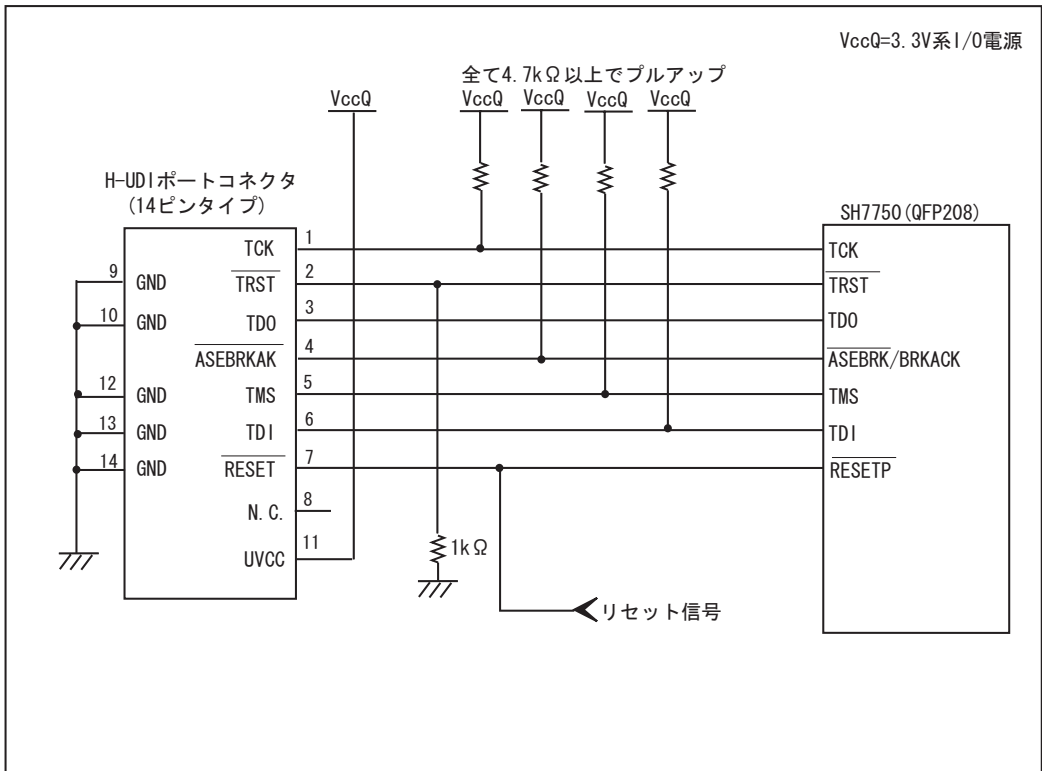
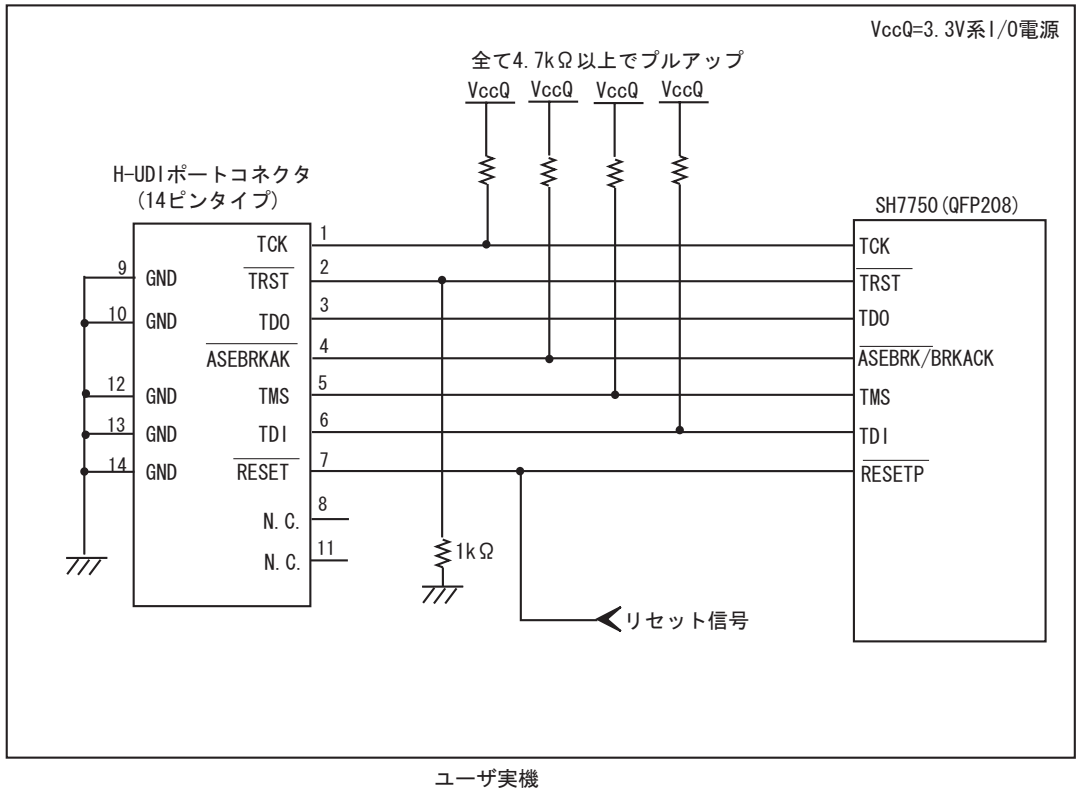

図 1.2 E10A-USB 使用時の H-UDI ポートコネクタ - チップ間の推奨接続例
図 1.3 E10A-USB 使用時の H-UDI ポートコネクタ - チップ間の接続例
E10A-USB エミュレータ使用時の H-UDI ポートコネクタとチップ間の推奨接続例を図 1.2、UVCC 未接続時の接続例を図 1.3 に示します。
5. 図 1.2,図 1.3 に記載されている抵抗値は、参考値です。
- 図 1.2 推奨接続例で回路を組んだ場合の E10A-USB エミュレータのスイッチ設定:SW2=1, SW3=1
- 図 1.3 接続例で回路を組んだ場合の E10A-USB エミュレータのスイッチ設定：SW2=0, SW3=1 スイッチ設定の詳細は、「SuperH™ファミリ用 E10A-USB エミュレータユーザーズマニュアル 3.8 DIP スイッチの設定」を参照してください。